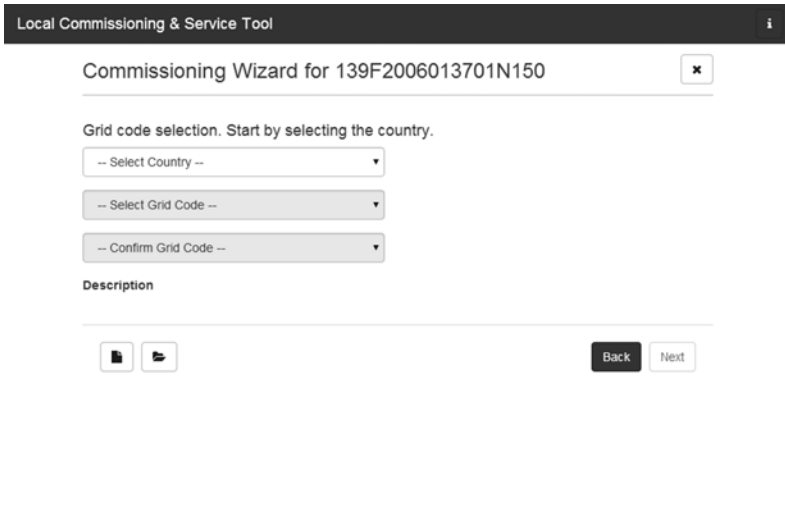

Imagen 12: LCS-Tool - selección de país y código de red
7. Seleccione el país deseado de la lista de opciones disponibles para los inversores de la red (consulte la imagen 12).
puede cargarlo mediante el botón **[Load]** (consulte la imagen 12). El botón **[Create]** está inactivo y no se puede utilizar.